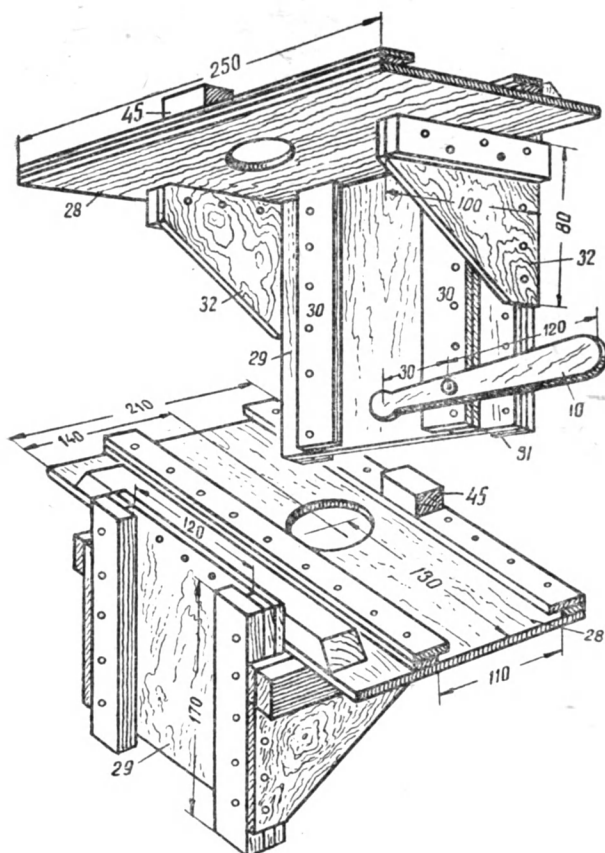

Рис. 36. Столик.
Столик состоит из горизонтальной площадки (28) и вертикальной стенки (29) (рис. 36). На площадке в пазах помещается кассета. Для движения угольника с объективом на вертикальной стенке необходимы пазы (30), а для передвижения столика по стойке — пазы (31) с задней стороны стенки.
Сделав один паз, вставьте в него кассету и, уперев в нее планки второго паза, прибейте их к площадке столика (рис. 36а). Проверьте, свободно ли движется кассета в пазах столика. Если она движется с трудом, то надо зачистить напильником или наждачной бумагой края кассеты, входящие в пазы.
Рис. 36а. Столик с кассетой и аппаратом.
Рычаг (10) для наводки на фокус изображения на матовом стекле сделайте по размерам рис. 36, но укрепите его на столике только после изготовления угольника.